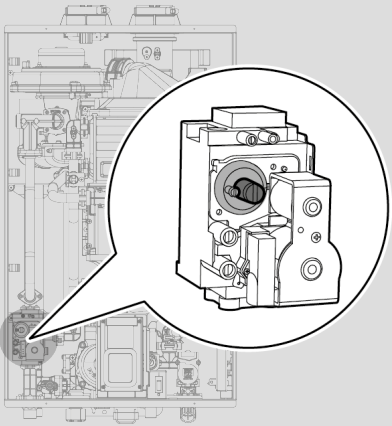

Figure 8. Emplacement de la vis de réglage
- Ouvrez complètement plusieurs appareils utilisant de l'eau chaude et réglez le chauffe-eau afin qu'il fonctionne en mode MIN 1 étape (reportez-vous à la page 8). Mesurez la valeur du CO₂ pour une puissance minimale d'utilisation. Si la valeur du CO₂ ne se trouve pas dans la plage de 0,5 % de la valeur indiquée dans le tableau 2, la vis de réglage de la soupape à gaz devra être ajustée. Si un ajustement est requis, trouvez la vis de réglage, comme cela est indiqué dans la Figure 8. Avec une clé Allen de 4 mm (5/32 po), tournez la vis de réglage d'au plus un 1/4 de tour dans le sens horaire ou dans le sens antihoraire pour réduire la valeur du CO₂.